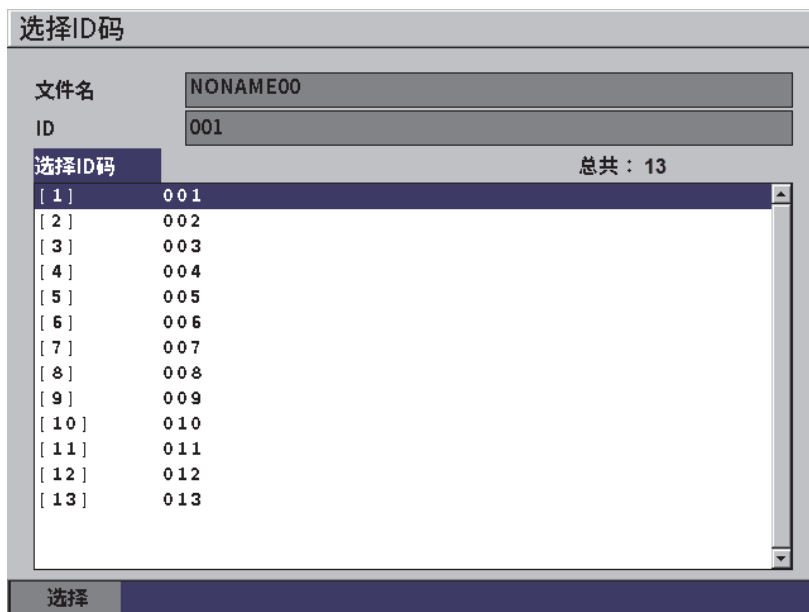

图 9-8 在文件中查看所有 ID 码
1. 在设置参数页中（参见第 125 页的图 9-7），按制表键，加亮显示**选择 ID 码**按钮，然后按确定键，打开**选择 ID 码**设置页（参见第 126 页的图 9-8）。